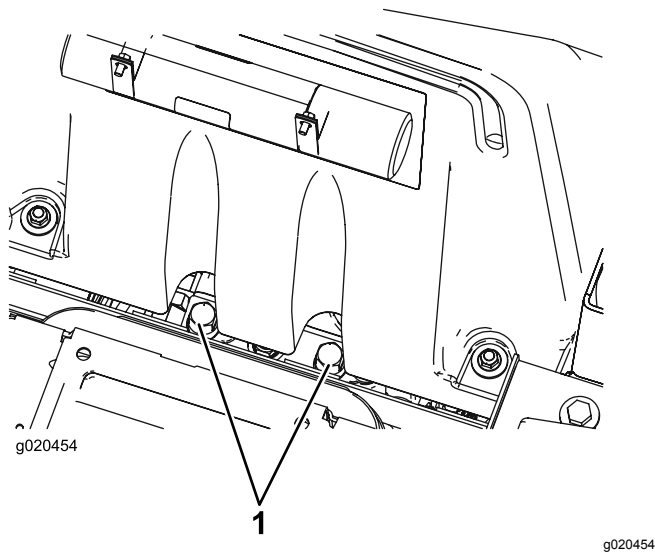

Figura 56
1. Levante el asiento y localice las válvulas de desvío, que están situadas debajo de la parte delantera del depósito de combustible (Figura 56).